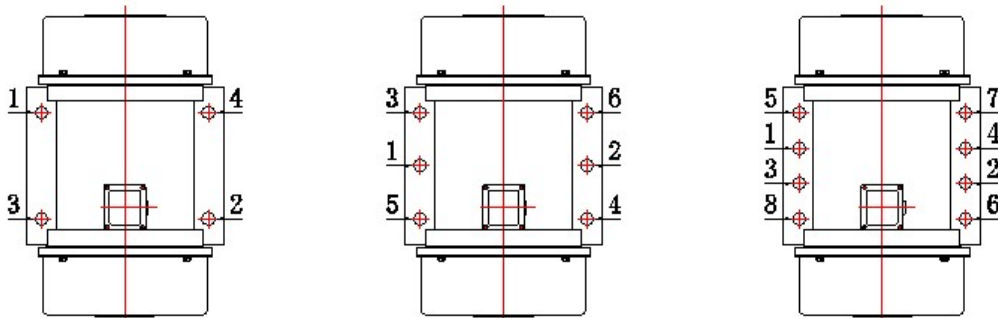

图 1
7. 按图 1 所示次序拧紧安装螺栓。振动电机试运转 10 至 20 分钟后应暂停，检查螺栓拧紧力矩，必要时应再次拧紧。